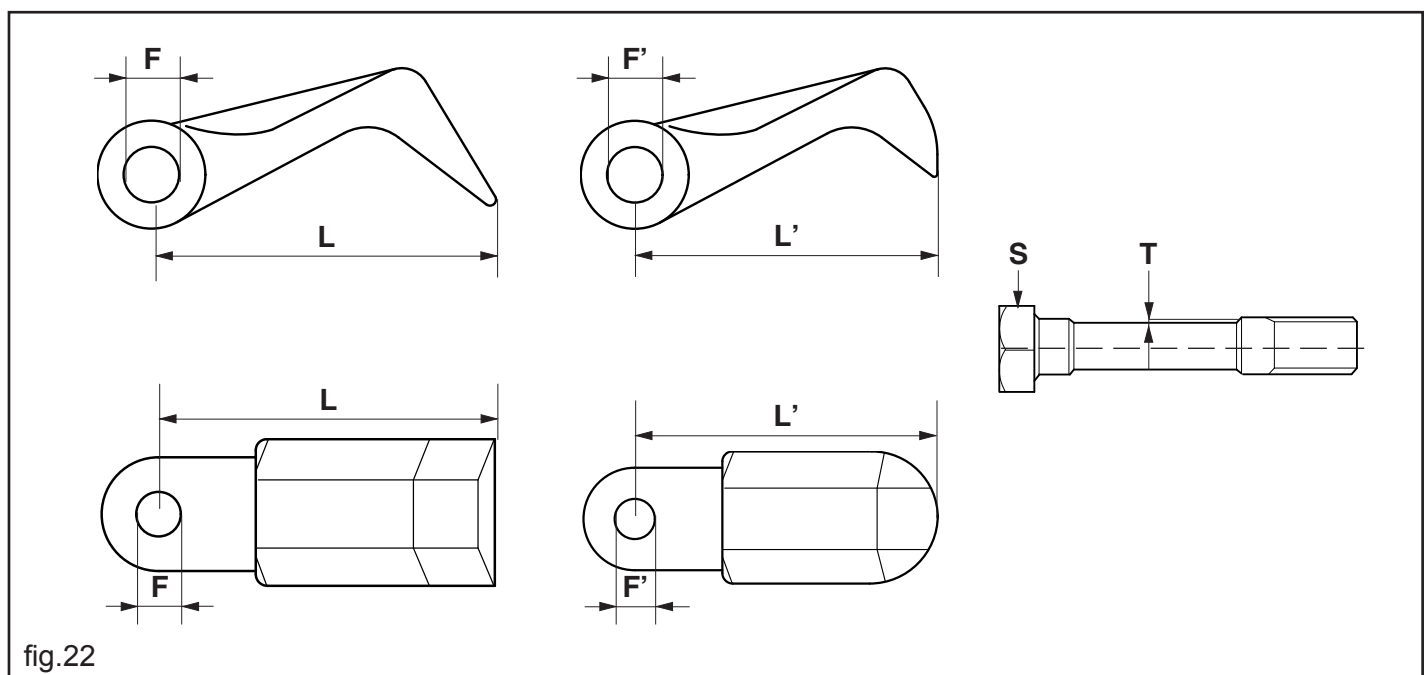

fig.22
El diámetro del orificio de fijación «F» no se debe ovalar más de 2 mm, con respecto al diámetro original (fig.22).
La longitud «L» de las cuchillas no puede disminuir más de 15 mm. con respecto a la longitud original (fig.22). Los pernos se deben sustituir si:
- El desgaste «T» del perno es mayor de 2 mm (fig.22).
La máquina posee un 3º punto fijo, centrado respecto a las dimensiones máximas de la máquina (Fig. 22).